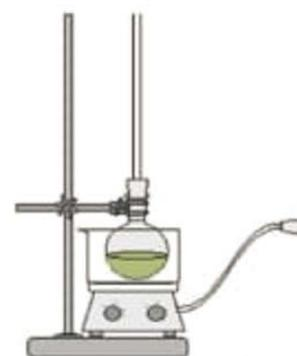

Figure 2. Schéma du montage expérimental
- Comme indiqué sur la figure 2, le ballon, surmonté d'un réfrigérant à air, est placé dans un bain-marie maintenant la température constante.